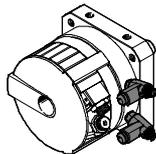

Fig. 20
- Verwenden Sie Drossel-Rückschlagventile GRLA zum Einstellen der Schwenkgeschwindigkeit. Diese werden direkt in die Druckluftanschlüsse eingeschraubt (Fig. 20).